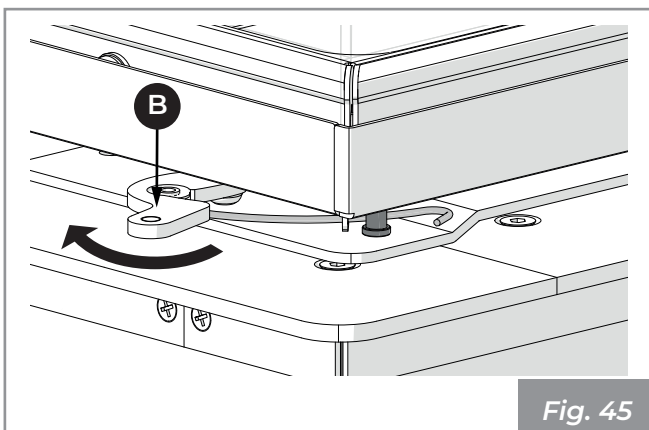

Fig. 45
- 5) Pousser le levier (B) avec la main et ramener le battant en position de verrouillage (Fig. 45).